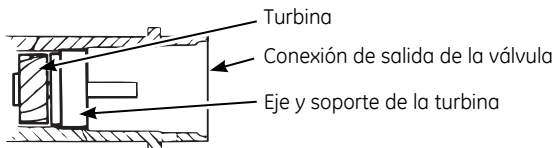

Figura 8
2. Asegúrese de que el ensamble de la turbina gire libremente en el puerto de "salida" de la válvula; consulte la Figura 8.